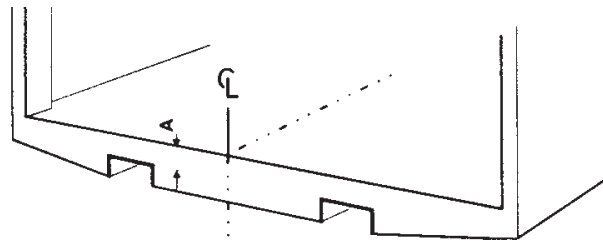

Abb.23. Mittelpunkt an der Hecktraverse des Fahrzeugs ausmessen und markieren
1. Mittelpunkt an der Hecktraverse des Fahrzeugs ausmessen und markieren. Siehe Abb.23.